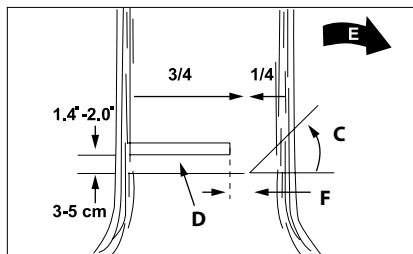

Abb. 15
In der Regel besteht der Einschlag des Baums aus zwei Handlungen: dem Vorschnitt (C) und dem endgültigen Schnitt (D). Beginnen Sie den Vorschnitt (C) auf der Seite des Baums, die sich in der vorgesehenen Fallenrichtung (E) befindet. Vergewissern Sie sich, dass der Unterschnitt nicht zu tief in den Stamm eindringt. Der Vorschnitt (C) soll so ausgeführt werden, dass ein genug dicker und fester Teil des Stamms nicht geschnitten bleibt (F). Der Vorschnitt soll genug breit sein, damit die Richtung des Baumfallens beim Einschlag bis zum Ende gerichtet wird. Achtung! Gehen Sie nicht vor dem Baum, an dem schon Vorschnitte gemacht wurden. Der endgültige Schnitt (D) wird auf der Rückseite des Baums 3-5 cm höher als die horizontale Vorschnittgrundlage (C) ausgeführt (Abb. 15).